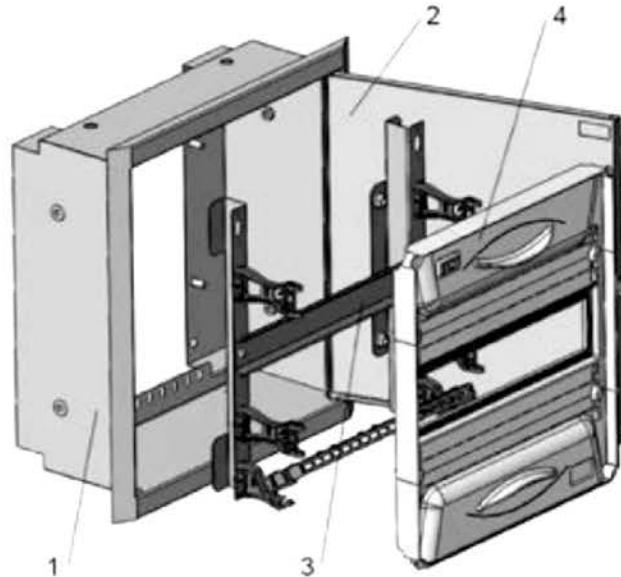

Рисунок 1 – Состав изделия
4.1 Корпус металлический ШРв серии PRO (рисунок 1) конструктивно состоит из оболочки (1) с открывающейся дверью (2), монтажной рамы (3) и оперативной панели (4).